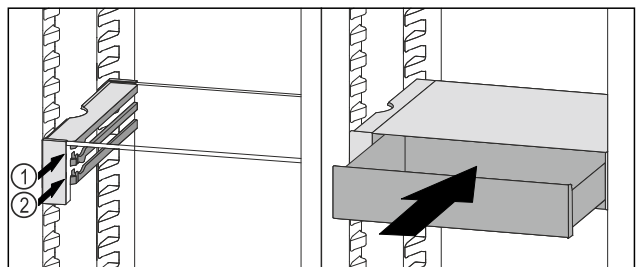

Fig. 59
- VarioSafe-Schubfach hinter den Stoppern auf gewünschter Rippe Fig. 59 (1) oder Fig. 59 (2) aufsetzen.